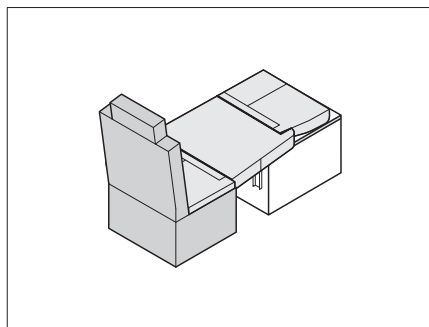

Fig. 227 Posicionar los cojines de asiento
- Colocar el cojín de asiento y el cojín adicional en la mesa bajada como se muestra en Fig. 227.